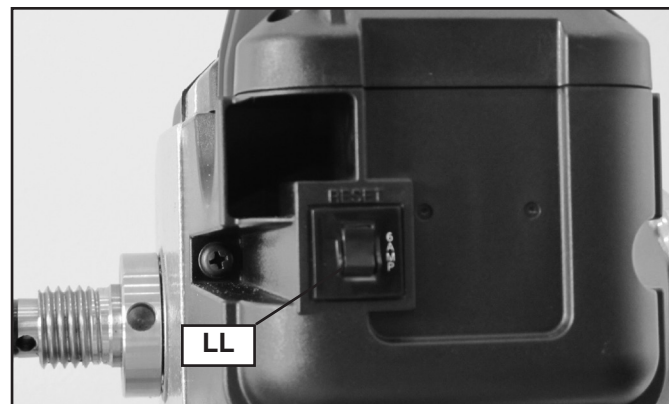

Fig. 24
3. Press the reset button (LL) Fig. 24.